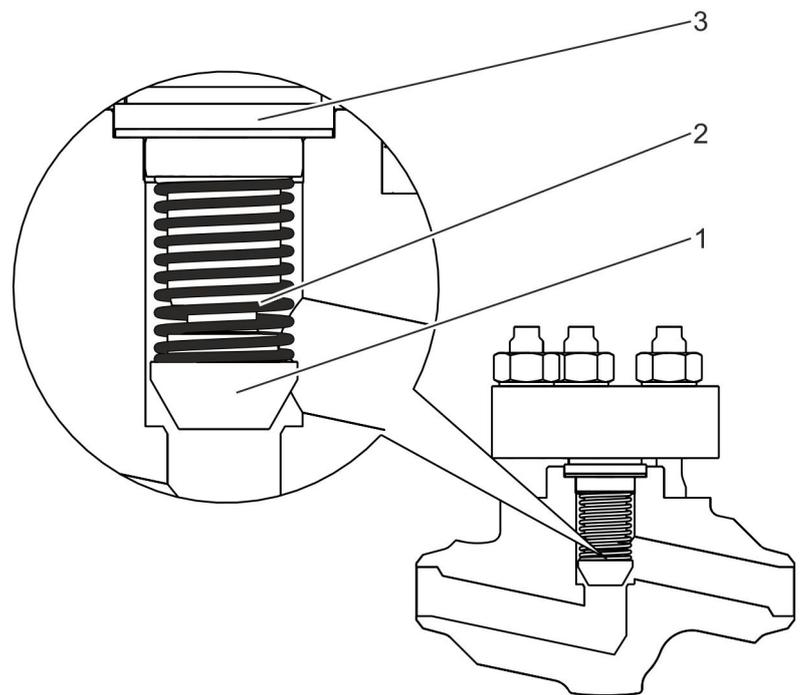

Abb. 5: Absperrorgan
- dem Rückschlagkegel (Abb. 5/1),
- der Druckfeder (Abb. 5/2) und
- der Führungsbuchse (Abb. 5/3).